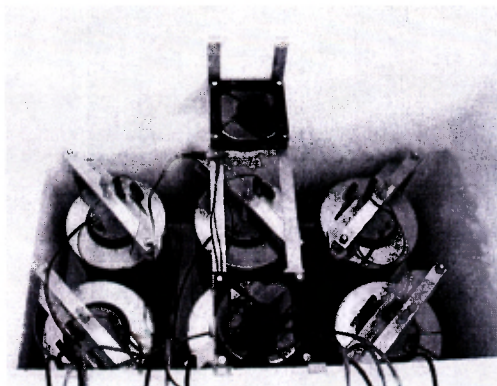

Рисунок 2.3
2.3.1 Установить термоконтейнеры в холодильную камеру (рисунок 2.3), после чего винты нагружения полностью ослабить.